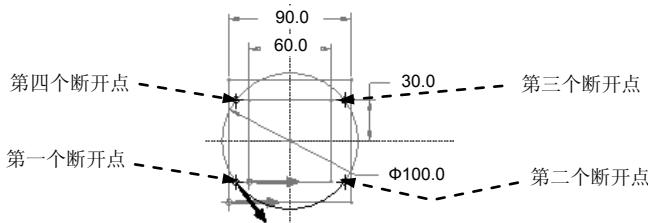

图 5.26.11 截面图形分成四个图元
(1) 单击 **草绘** 中的 **点** 按钮（或选择下拉菜单 **编辑(E)** → **动态输入** → **点** 命令）。
(2) 分别在图 5.26.11 所示的四个位置选择四个点。
(3) 绘制两条中心线，对四个点进行对称约束，修改、调整第一个点的尺寸。